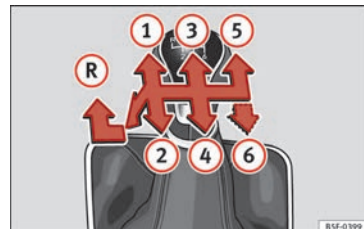

Abb. 44 Schaltschema bei einem 5-Gang bzw. 6-Gang Schaltgetriebe
Auf dem Schalthebel sind die Positionen der einzelnen Fahrgänge dargestellt » **Abb. 44**.
- Schalthebel auf Leerlauf stellen und nach unten drücken, ganz nach links und dann nach vorne schieben um den Rückwärtsgang » **Abb. 44**  einzulegen.